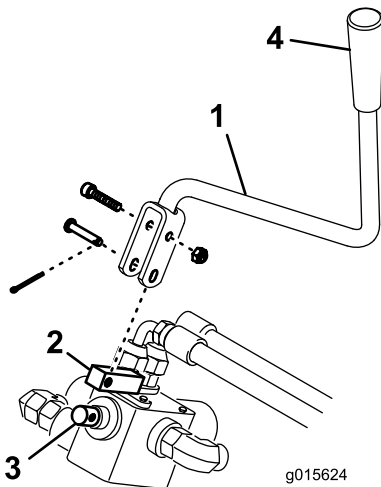

Bild 10
19. Befestigen Sie den Drehhebel mit einer Sechskantschraube und Sicherungsmutter am Griff (Bild 10).
20. Befestigen Sie das Handrad am Griff (Bild 10).